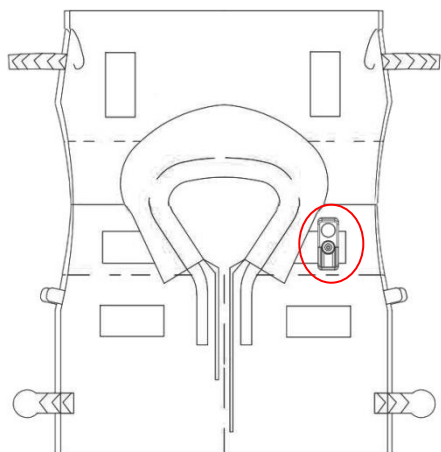
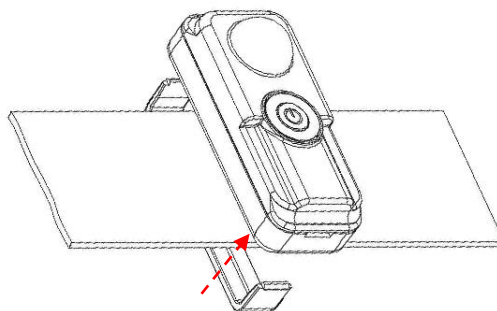

Figure 3-1
Figure 3-2
3.2.3 救生衣灯的安装示范如下图所示。图 3-1 显示了灯的示例安装位置。灯的安装步骤如图 3-2 所示。.